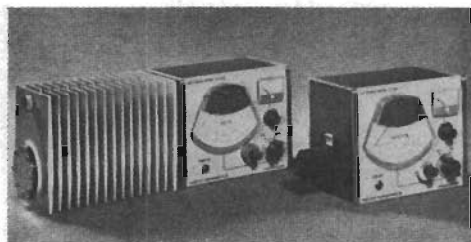

Fig 7. Effektmetrar typ TF2503 (100 W) och TF2501 (3 W).
Effektmetrar av typ TF 2501, 2502 och 2503 baserar sig på termoelementprincipen (4). De kan användas för mätning av effekt från likspänning till 1 GHz i området 100 mW till 100 W med en noggrannhet av $\pm 5\%$. Fig 7 visar mätinstrument för 3 W och 100 W max effekt.